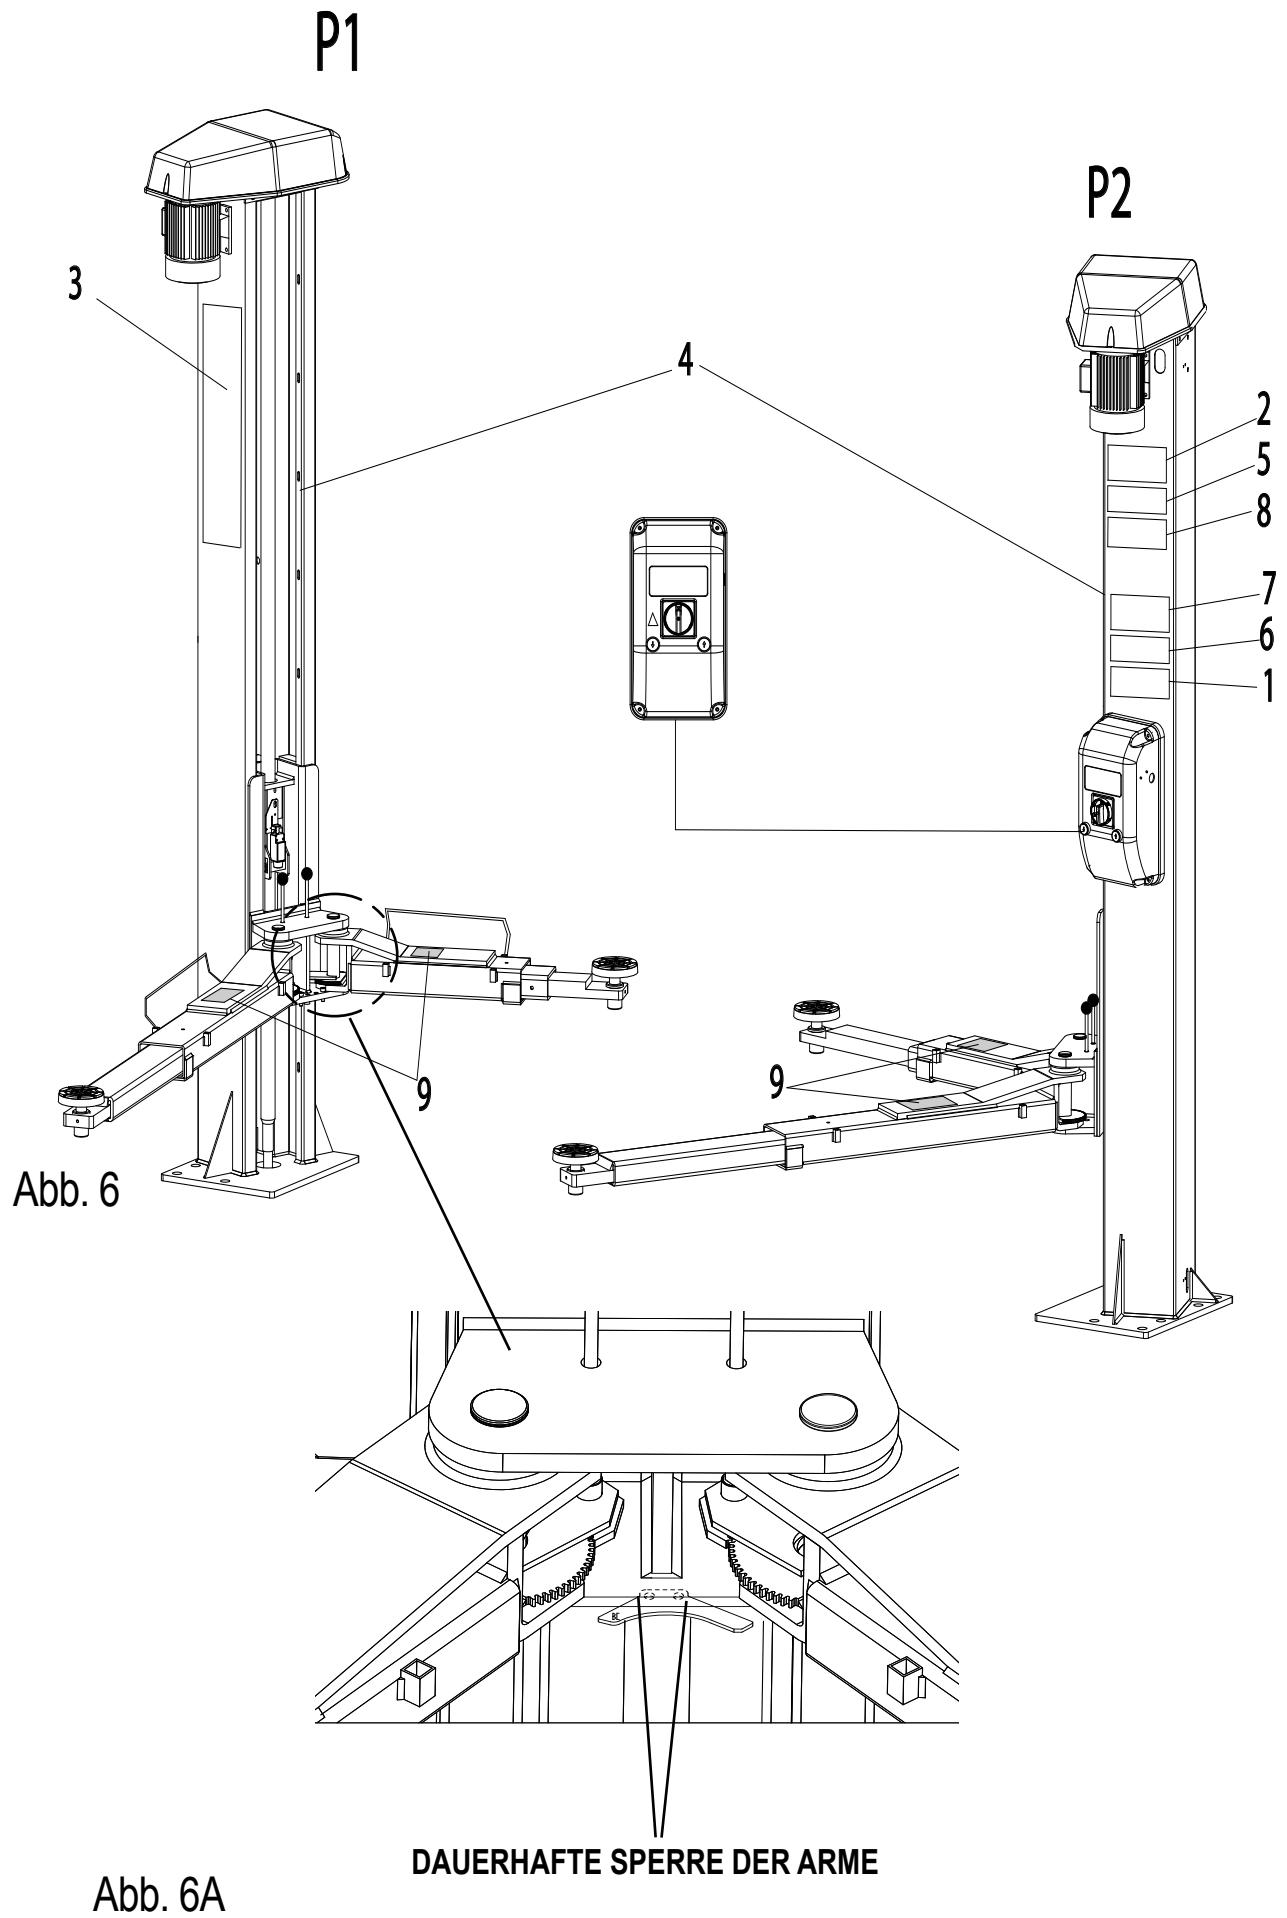

Abb. 6A
- ACHTUNG: Keinesfalls die Sperrscheiben der Armbewegung entfernen. Diese Vorrichtung entspricht der Norm 1493:2010. Der Hersteller weist jegliche Haftung im Zusammenhang mit einem nicht korrekten Einsatz der Hebebühne zurück. Wenn diese Vorrichtung (Abb. 6A), die direkt vom Hersteller am Trägerwagen montiert wird, nicht vorhanden ist, entspricht die Hebebühne nicht den geltenden Bestimmungen.